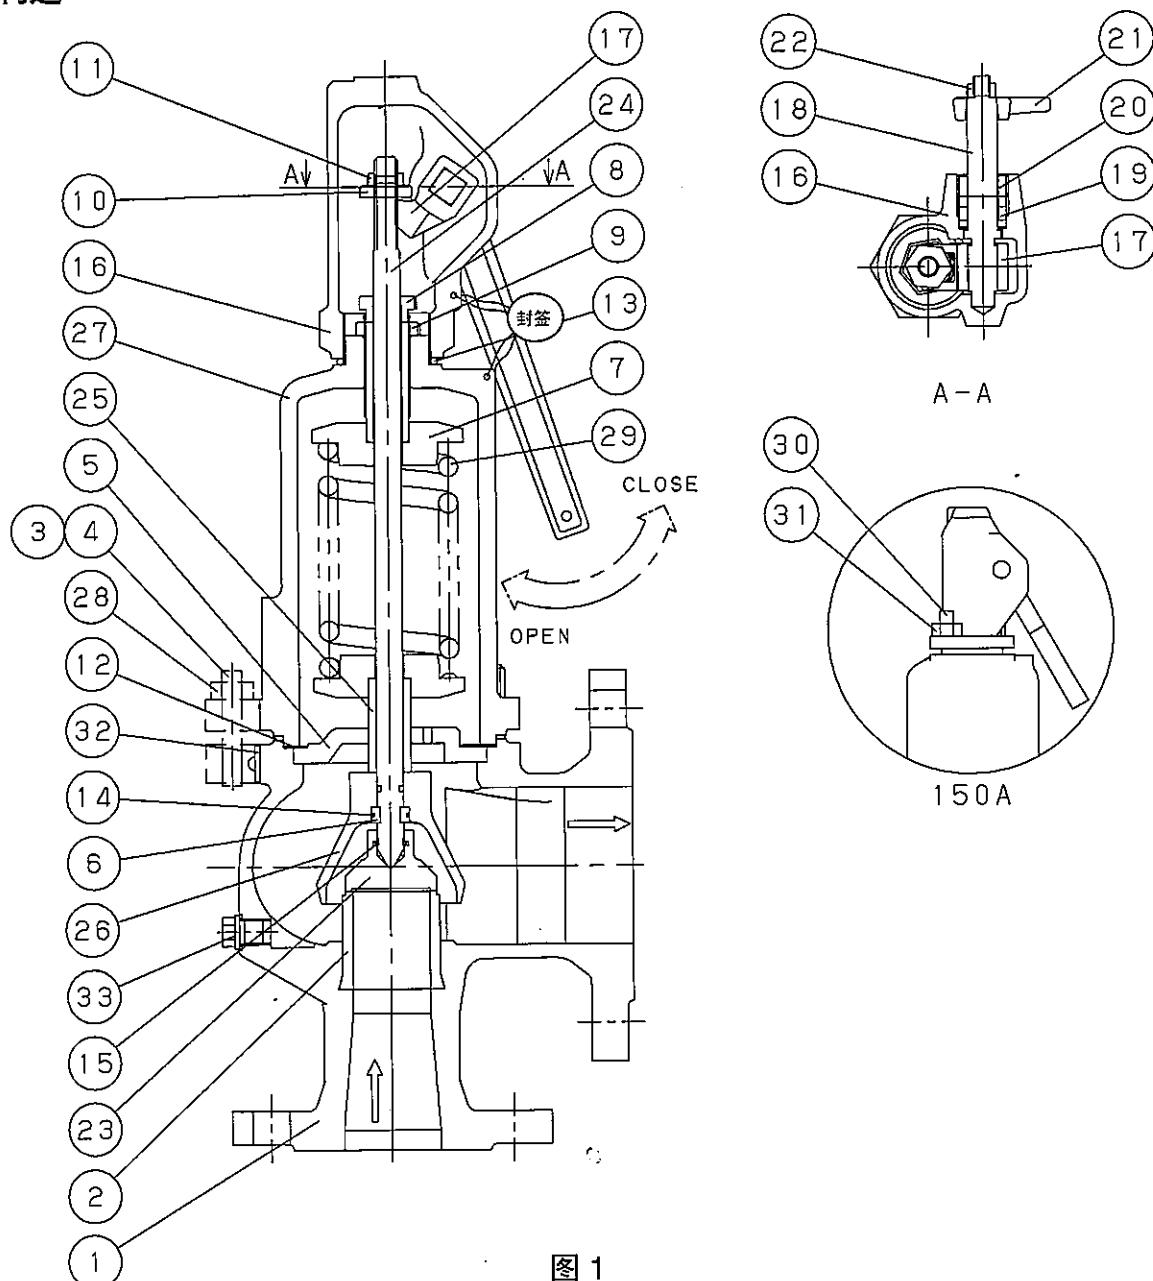

图 1
- (1) 请通过操作手柄 No.21，对阀门进行排放来对安全阀实施动作确认（关于手柄的操作，请参照图 1）。通过移动手柄来缓和弹簧的负荷，将阀瓣略微提升，使流体泄出。
- (2) 在操作手柄时，请将压力提升至设定压力的80%。并且，在操作手柄之后，请将手柄复原到原位置。提升流体压力时，请事前确认安装在配管上的机器未出现任何问题。
- (3) 如果操作手柄实施排放后发生泄漏，则有可能是密封部咬入了异物。此时，请再次实施手柄操作。如果仍发生泄漏，请向本公司或经销商咨询。